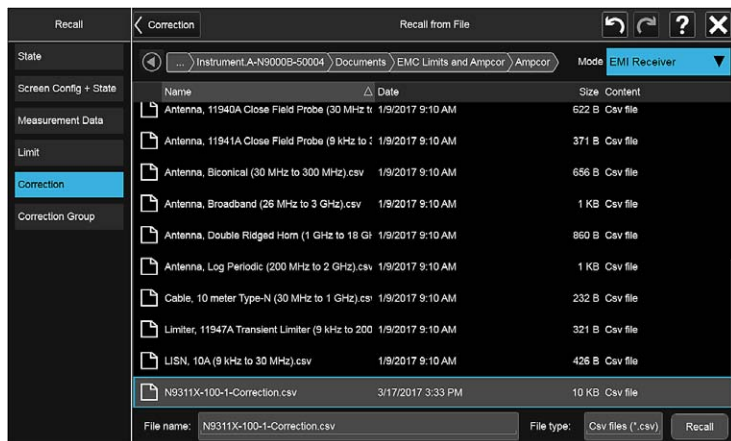

図7. 周囲の伝導性エミッション
4. 入力ミキサーの保護のためのトランジェントリミッターとLISNを補正します。LISNとトランジェントリミッターに対する補正係数は、通常はシグナル・アナライザに記録されていて、簡単にリコールできます。DUTがオフの状態ですべての周囲のエミッションをチェックします。リミットを超えるエミッションが見られた場合は、LISNとDUTの間の電源コードがアンテナとして動作している可能性があります。電源コードを短くして、周囲信号の応答を小さくします。図7を参照してください。